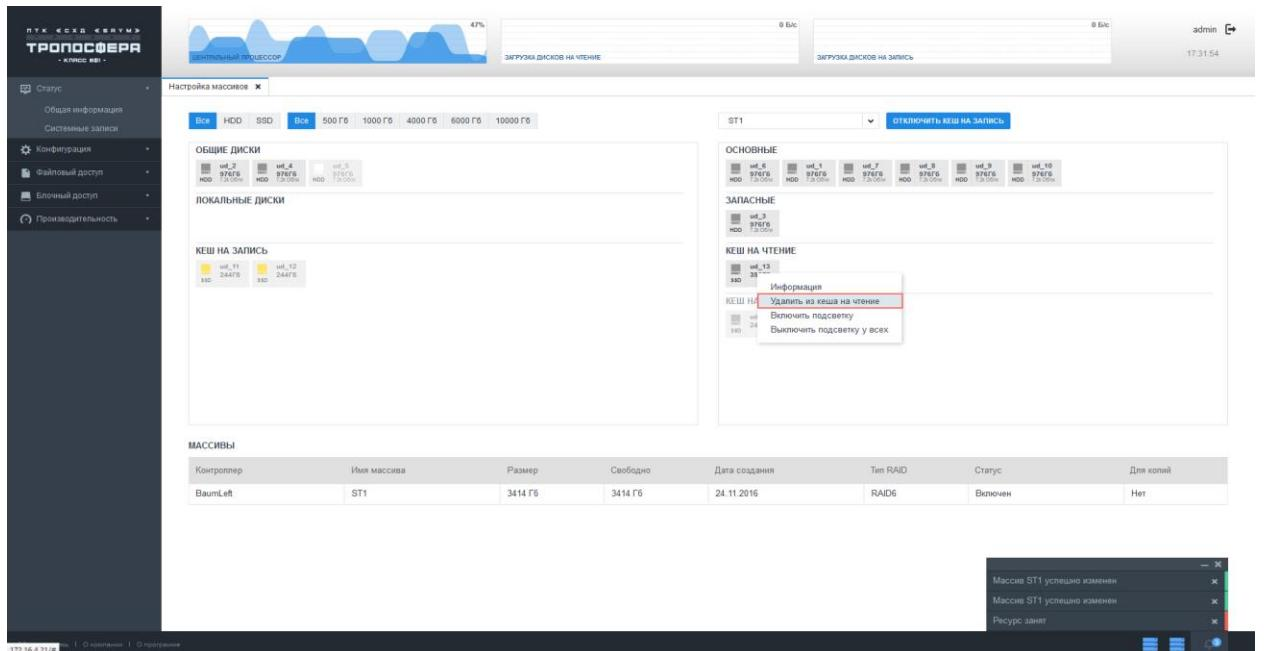

Рисунок 33 – Удаление из массива кэша на чтение
- 3) Из области «Кэш на чтение» выбрать диск, который будет удален и перетащить его в область «Общие диски» или «Локальные диски». Также можно во всплывающем, по щелчку правой кнопкой мыши, меню выбрать пункт «Удалить из кэша чтения» (Рисунок 33 Рисунок 33).